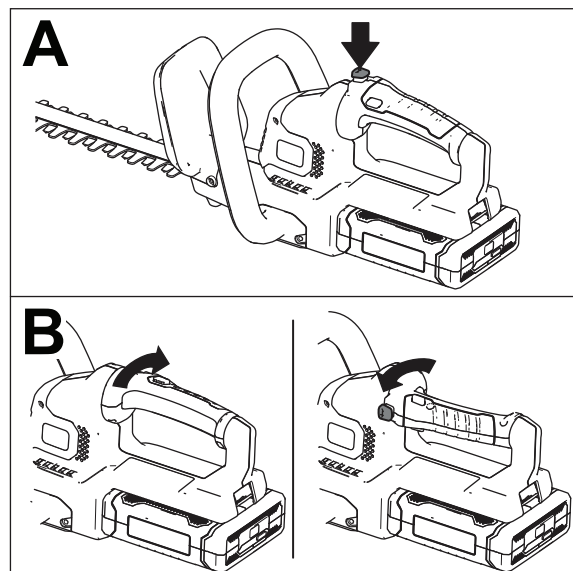

Figura 6
1. Mantenga pulsado el botón de bloqueo de la rotación (Figura 6, A).
2. Rote la empuñadura 90° a la izquierda o a la derecha dependiendo del sentido de corte deseado, luego suelte el botón de bloqueo de la rotación para bloquear la empuñadura en la posición deseada (Figura 6, B).